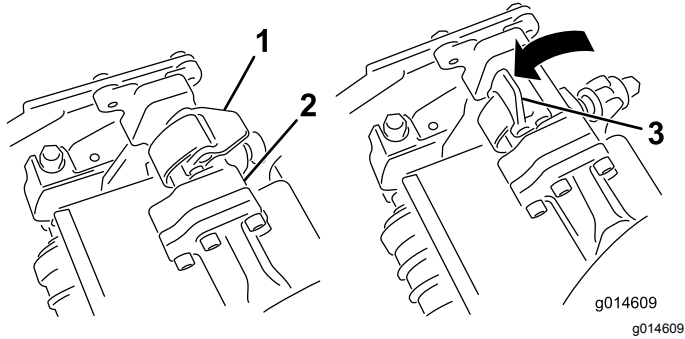
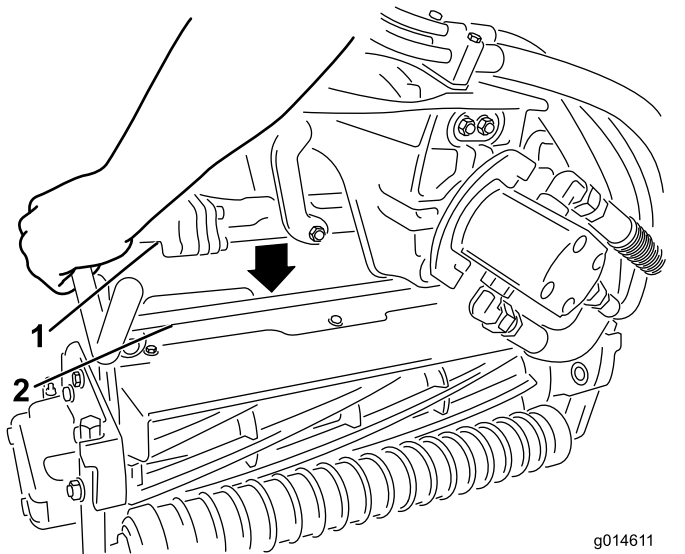

图46
图47
3. 当悬挂臂杆上的门锁指向上方即打开时图46向下压悬挂臂使悬挂臂杆与滚刀组上方的支架相契合图47。
4. 向下并绕着滚刀组横杆关闭门锁将它们锁定到位图46。
- 打开您正在拆下的滚刀组悬挂臂上的门锁图46。